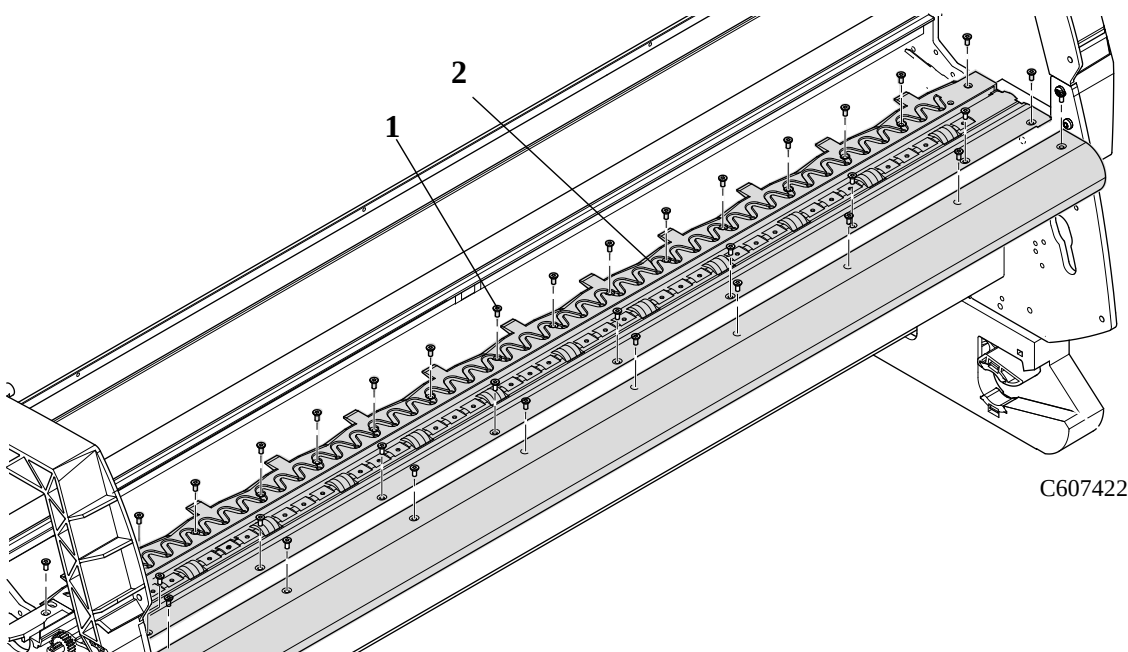

Figura 68: Conjunto do prato
2. Remova os vinte e nove parafusos T-10 (item 1) do conjunto do prato (item 2) e remova-o (veja a Figura 68).